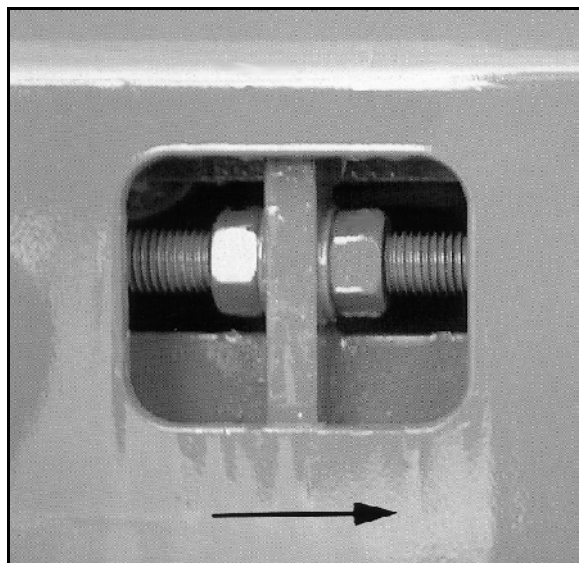

Рис. 80
1. Ослабьте задние контргайки (Рис. 80/1) в направлении движения (см. стрелку) с обеих сторон вращением влево.
2. Равномерно поворачивайте гайки (Рис. 80/2) в направлении движения (см. стрелку) с обеих сторон влево.
Регулировочный ход гаек (Рис. 80/2) должен быть одинаковым с обеих сторон основания ленточного транспортёра. Заворачивайте обе гайки (Рис. 80/2) не более чем на  $\frac{1}{2}$  оборота ключа. Затяните контргайки и проверьте, равномерен ли ход ленты транспортёра.